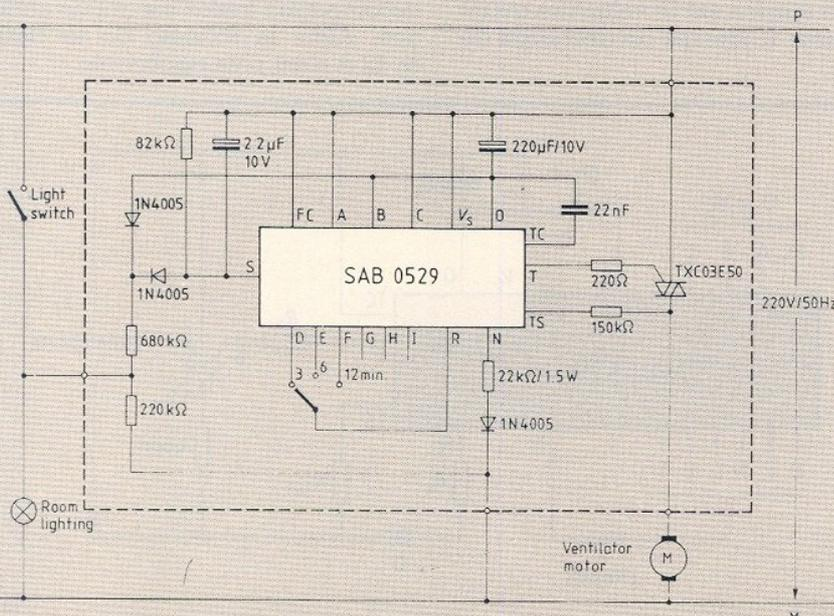

Figure 14
- Sur la figure 14 est présenté un dispositif d'hygiène toujours synchronisé par courant. Ici on place FU (pin 4) sur + U_S pour une mise en route sans temporisation, celle-ci ne démarrant que lorsque la lumière s'éteint. Le moteur démarre quand on allume, continue à l'extinction et ne s'arrête qu'après la temporisation prévue.